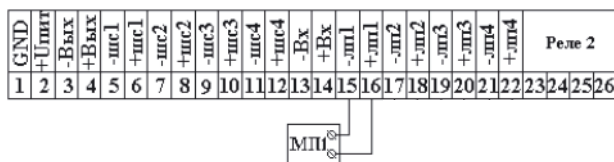

Рис. 11. Схема подключения МПП серии «Гарант» исп. 1 к прибору
7.11 Собрать схему линии пуска (рис. 11) с подключенными МПП серии «Гарант» исп. 1.